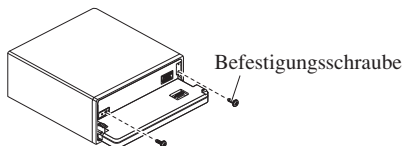

Abb. 13
4. Sichern Sie die Frontplatte mit den Befestigungsschrauben am Gerät. (Abb. 13)